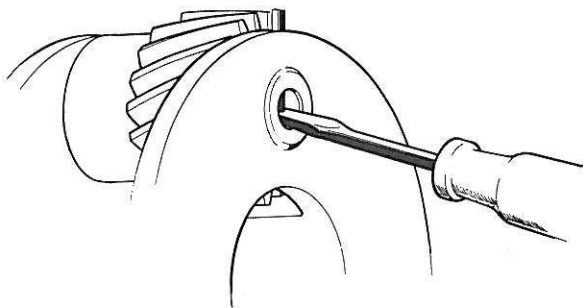

Figure 24. Démontage des goupilles de verrouillage
1. Faire sauter le capteur d'huile avec un burin. Enlever les goupilles de verrouillage des axes de satellites en les extrayant d'abord avec un poinçon ou un outil pareil, voir figure 24, et en les retirant ensuite avec une pince. En cas de difficulté, se servir d'une perceuse munie d'une mèche appropriée.